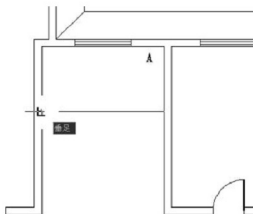

图 2.110 垂直捕捉
② 在指定下一点或【放弃(U)】: 提示下, 将光标水平向左拖动到图 2.110 所示的垂足处, 出现垂足捕捉点后单击, 按 Enter 键结束命令。
(3) 利用夹点编辑生成其他踏步线。
① 在命令行无命令的状态下单击刚才所绘制出的直线, 在直线的左右端点和中点处